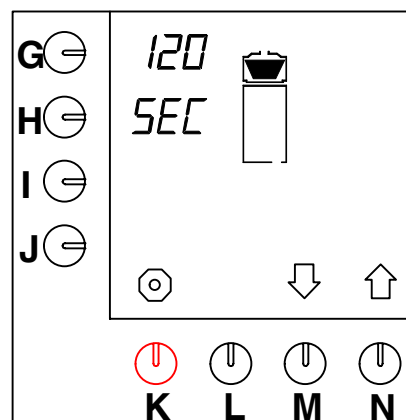

Abb. 47 Nachtropfzeit
- Drücken Sie auf die Wahltaste (N.)↑, bis Abb.47 im Display erscheint.